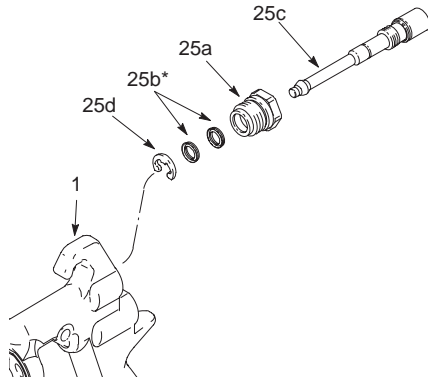

Fig. 25
1. Dévisser l'ensemble de soupape de réglage du profil (25). (Voir Figure 25).